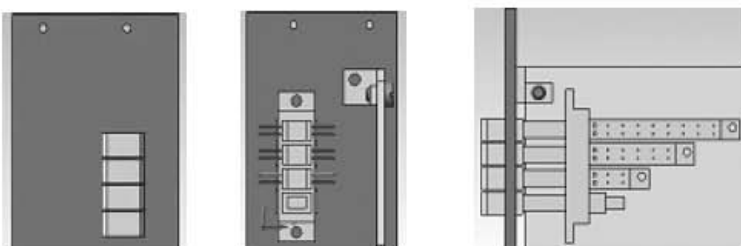

Рис. 3.57. Расположение переключателя на различных видах
21. Добавьте в сборку следующий компонент — переключатель. Внесите наименование компонента в дерево модели. Вначале установите переключатель, анализируя его положение на различных видах, без сопряжения с другими компонентами сборки (рис. 3.57).